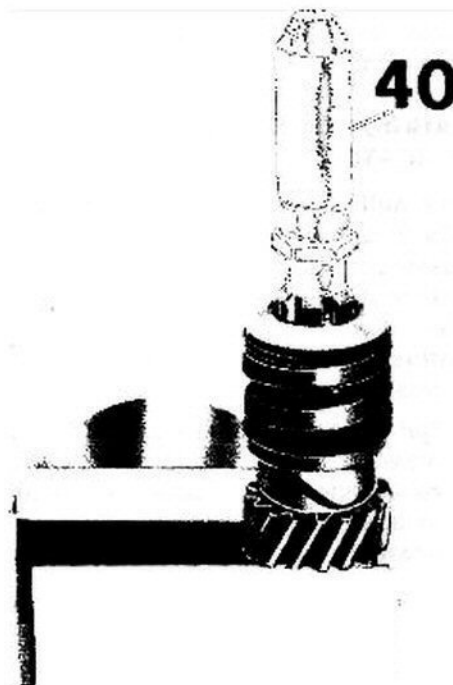

Fig. 95/14
- la pista interna del cuscinetto a rulli montato sul coperchio a mezzo apposito attrezzo n° 14928600 (40 di fig. 95/14).